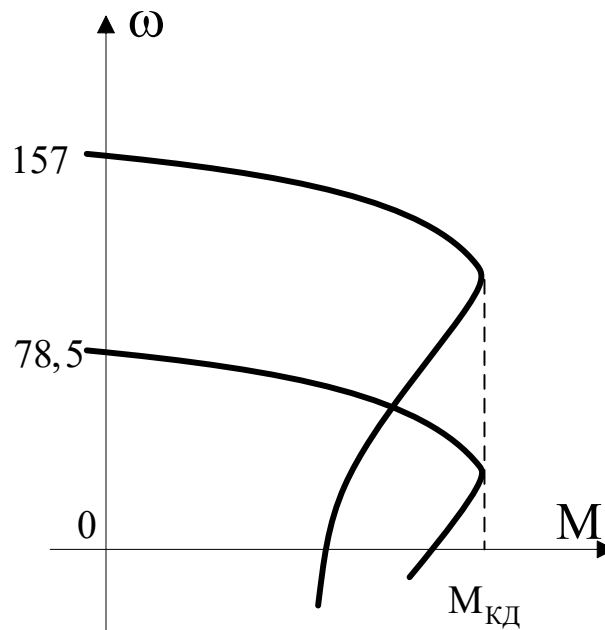

Рис. 3.2. Механические характеристики АД
10. Определите напряжение  $U_1$ , приложенное к статору асинхронного двигателя, для получения искусственной характеристики, показанной на рис. 3.2. Сопротивлением статора можно пренебречь  $R_1 \approx 0$ ; номинальная частота сети  $f_1 = 50$  Гц; номинальное напряжение  $U_{1\text{н}} = 220$  В; частота на искусственной характеристике  $f_{\text{и}} = 25$  Гц; число пар полюсов  $p_{\text{п}} = 2$ .